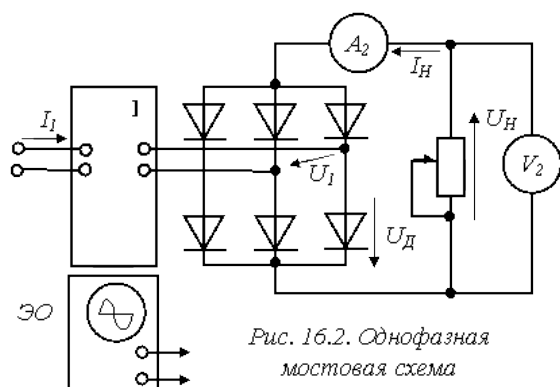

Рис. 16.2. Однофазная
5. Собрать схему (рис. 16.2) (комплект К-50 включить по однофазной схеме измерения). Приборы $A2$ и $V2$, должны быть магнитоэлектрической системы. В качестве нагрузки используется реостат с сопротивлением 100 Ом.